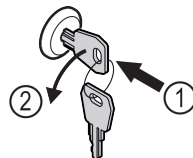

Fig. 166
- Inserire la chiave. Fig. 166 (1)
- Ruotare la chiave di 90° in senso antiorario. Fig. 166 (2)